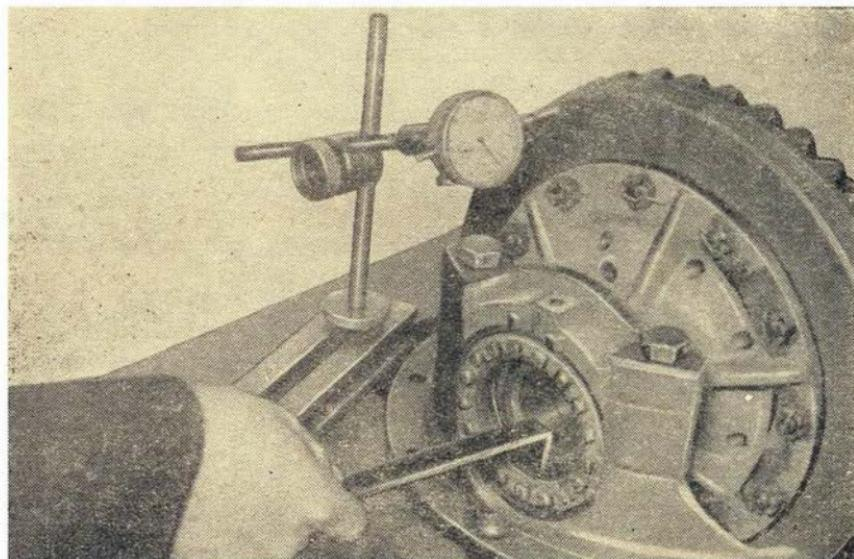

Рис. 70. Проверка биения ведомой шестерни
**Проверка биения ведомой шестерни.** Биение ведомой шестерни проверять, как показано на рис. 70. Допустимое биение 0,15 мм. Если при проверке окажется, что биение превышает указанную величину, то можно предполагать, что имеет место деформация шестерни, повреждение коробки сателлитов или чрезмерный износ подшипников. Непригодные детали заменить.